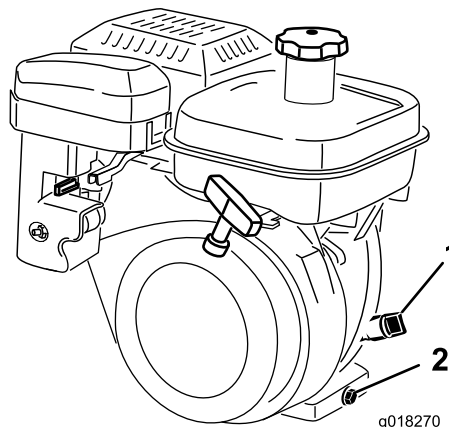

Figura 34
2. Posizionate la macchina in modo che il motore sia a livello e pulite attorno al misuratore del livello dell'olio (Figura 34).
3. Rimuovete l'asta di livello dell'olio ruotandola in senso antiorario (Figura 34).
2. Collocate una bacinella sotto il tappo di spurgo, dietro la macchina (Figura 34). Allentate il tappo di spurgo.